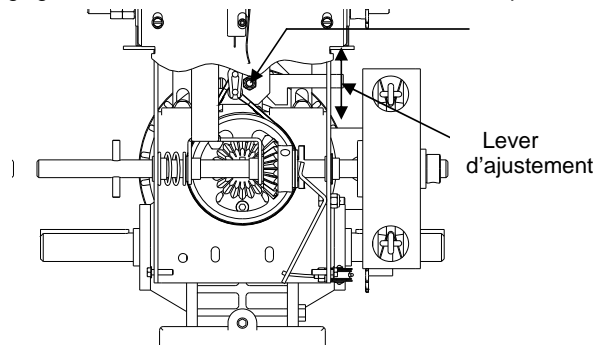

Figure 15 Dispositif de freinage
1. Enlevez le couvercle du solénoïde (Figure 15).
2. Dévissez légèrement l'écrou du pivot (Figure 15).